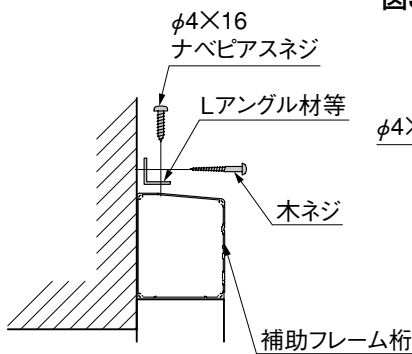
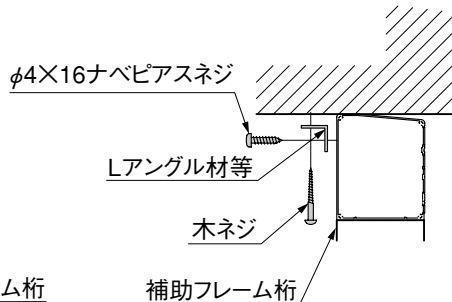

図3-3
図3-4
- ④ 補助フレーム桁と躯体を汎用形材のLアングル材等を用いて、締結させてください。(図3-3、図3-4参照)